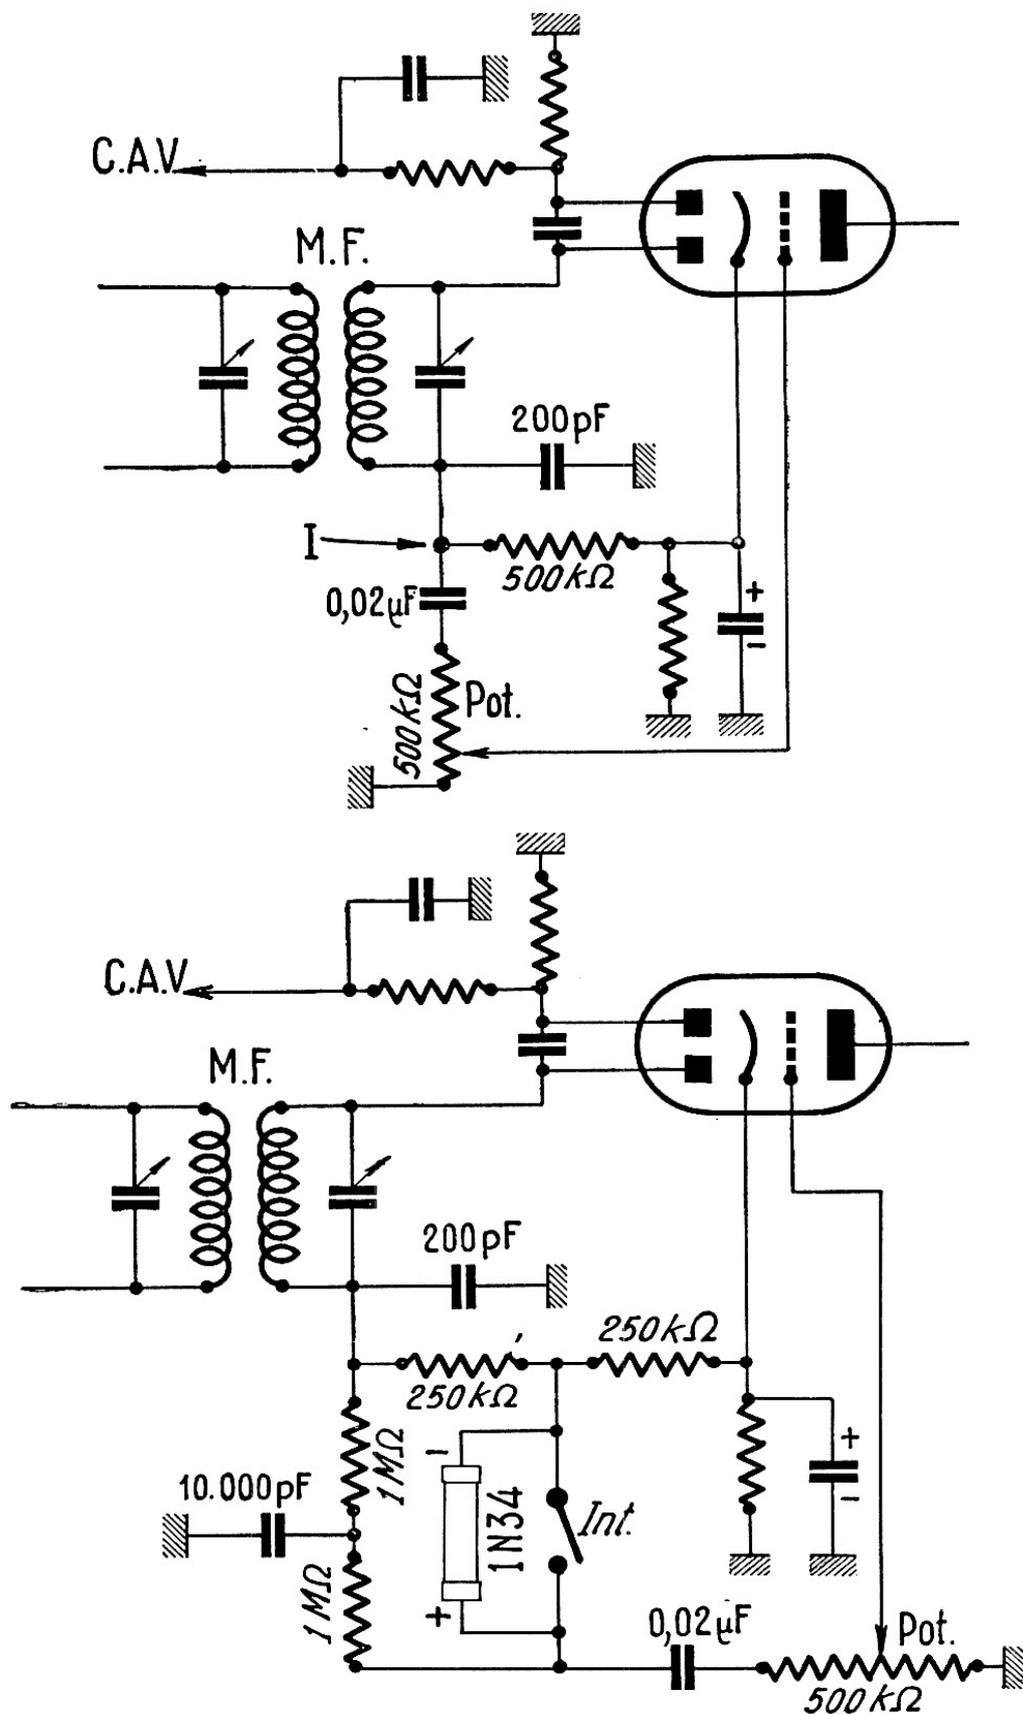

FIG. VII-2
Reportons-nous à la figure VII-2. En haut, nous avons représenté le dispositif de détection à double diode-triode le plus couramment utilisé : détection des signaux BF, CAV différée, et amplification de tension BF. Les deux dernières fonctions sont absolument inchangées ; la modification porte sur la charge de diode de la détection des signaux BF. Nous représentons cette modification sur la partie inférieure de la figure VII-2.
e) Il nous faut maintenant un indicateur d'accord. Dans certains cas, on peut utiliser l'œil magique du récepteur même. Néanmoins, il est préférable d'utiliser l'indicateur cathodique « volant » dont nous avons déjà conseillé le montage (voir *CO*, § 2, chapitre VI) et dont on relie la grille à la résistance de détection (au point I, figure VII-2, partie supérieure). L'accord est obtenu pour la déviation *maximum* de l'œil magique ou indicateur cathodique.
Pour obtenir un réglage encore plus pointu, il est recommandé dans certains cas, de court-circuiter la ligne de CAV à la masse. Mais si l'on emploie l'indicateur cathodique « volant » pour l'accord (grille reliée au point I de la figure VII-2), il est indispensable que l'antifading soit du type différé (utilisation de deux diodes séparées, comme sur la figure VII-2 en question) ; sinon, il est bien évident que l'indicateur n'indiquerait rien du tout ! Ou alors, il faut avoir recours à l'outputmètre.